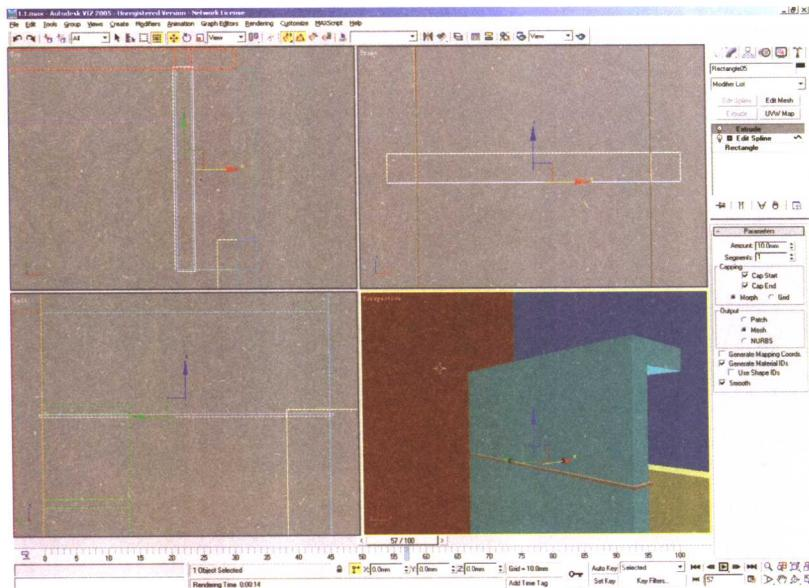

图 1-19 拉伸有机板的不锈钢条
(21) 设置捕捉为 捕捉方式，单击 创建命令面板中的 二维线形创建面板下的 **Rectangle** 按钮，在顶视图中捕捉 youjiban.01 物体的四个节点，画出一个矩形。
(22) 单击修改命令面板中的 Edit Spline 为其加入样条曲线的修改，按键盘上的 3 键进入其曲线的子物体层级，向上拖动修改命令面板，在 Outline 按钮的右侧设置轮廓值为 -10，完成后单击修改命令面板中的 Extrude，并设置其值为 10mm，完成后的效果如图 1-19 所示。